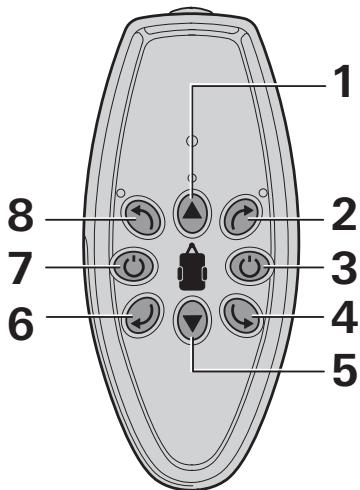
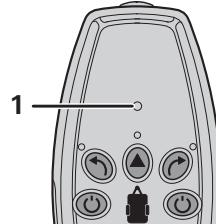

Figura 2
Figura 6
- Premere il tasto (figura 2 - 7) sul telecomando finché si accendono i LED (figura 6 - 1).
- !** Il tasto «off» del telecomando (figura 2 - 3) serve anche da «interruttore di arresto d'emergenza». In caso di anomalie, ad es. un comportamento fuori controllo del GO2, premere immediatamente il tasto «off».
– Spostare il caravan nella direzione desiderata con i tasti freccia (figura 2 - 1/2/4/5/6/8).
i Premendo contemporaneamente i tasti freccia opposti (figura 2 - 2/6 o 4/8), il caravan ruota sul proprio asse nella rispettiva direzione.
– Durante lo spostamento, la direzione di marcia (avanti/indietro) può essere modificata con i tasti freccia (figura 2 - 2/8 e 4/6).
- Premere il tasto (figura 2 - 3) sul telecomando. Il LED si spegne.